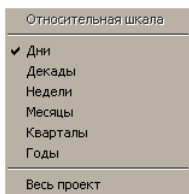

Рис. 3.17. Контекстное меню шкалы времени.
- с помощью контекстного меню. Для этого щелкните правой клавишей мыши по шкале времени диаграммы. В открывшемся контекстном меню выберите нужный масштаб (рис. 3.17).